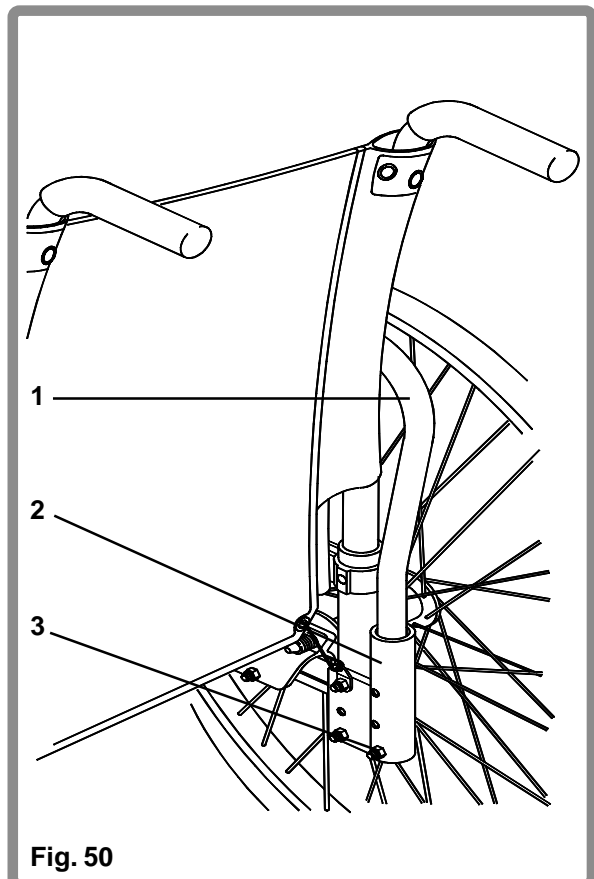

Fig. 50
Wegzwenkbare, verwijderbare armsteunen (Fig. 50) worden gemonteerd door de armsteunbuis (1) in de geleider (2) op het achterdeel van het frame te schuiven. Plaats de uitsparing onderaan de buis in één lijn met het vergrendelpennetje (3). Voor het verwijderen van de armsteun trekt u de armsteun omhoog totdat de armsteunbuis uit de geleider geschoven is. Voor het draaien van de armsteunen trekt u de armsteunen ongeveer 25 mm omhoog en draait u de armsteunen weg van de rolstoel.